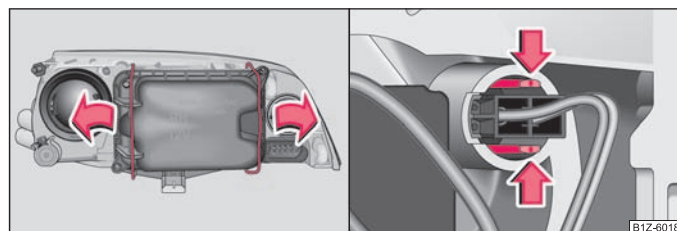

Fig. 148 Smontaggio del coperchio delle luci di posizione e anabbagliante / Smontaggio della lampadina della luce di posizione
- Premere lateralmente le graffe nel senso indicato dalla freccia e rimuovere il coperchio ⇒ fig. 148 - a sinistra.
- Premere le linguette nel senso indicato dalla freccia e rimuovere il portalamпада completo di lampadina della luce di posizione ⇒ fig. 148 - a destra.